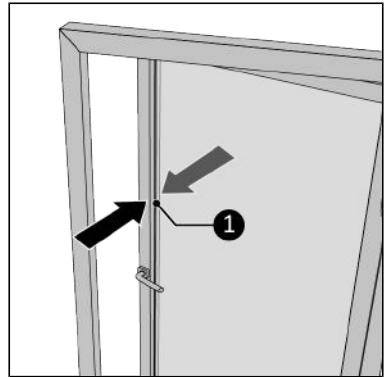

Figuur 32.
17. Vul de open ruimtes (Figuur 32, pos. 1) met het meegeleverde isolatieschuim (Figuur 32, pos. 2). Snijd het schuim waar nodig weg\*.